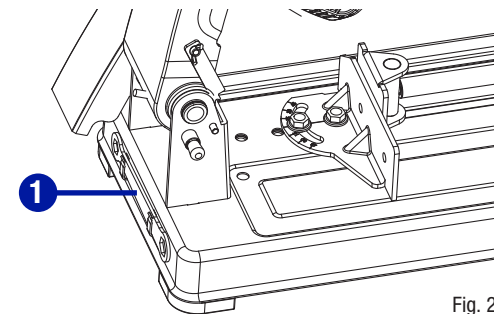

Fig. 20
**ENTREPOSER LA CLÉ À DISQUE (Fig. 20)**
Rangez la clé à disque (1) à l'arrière de la tronçonneuse lorsque vous n'utilisez pas cette dernière, comme illustré à la Fig. 20.